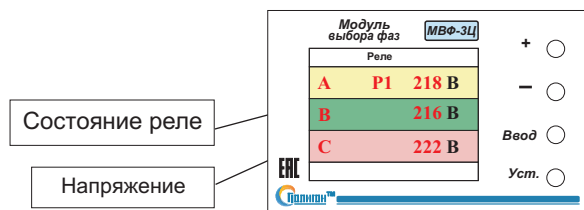

Рис.1
4.1.2. На индикаторе модуля МВФ-3Ц высветятся текущие показания напряжения и состояние внутренних реле (Рис.1).